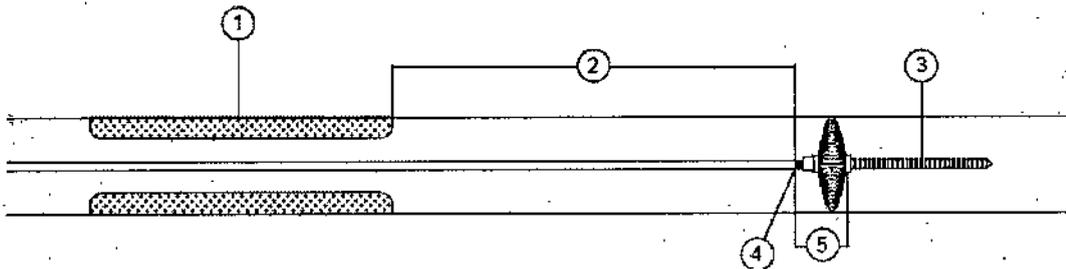

Figura 1. Colocación de la guía de captura
7. Haga avanzar la guía de captura hasta que el filtro se encuentre distal a la lesión o a las lesiones de interés y colóquela como se muestra en la Figura 1.